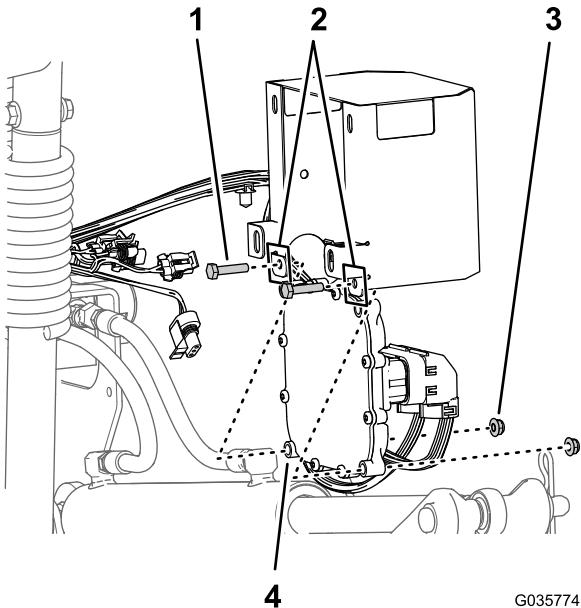

Figura 29
1. Allineate il controller elettronico all'interno del coperchio del controller con i fori di montaggio esterni inferiori del controller allineati ai fori nella flangia posteriore inferiore del coperchio (Figura 29).
2. Montate il controller sul coperchio con 2 bulloni (1/4" x 1 1/8") e 2 dadi flangiati (1/4") come illustrato nella Figura 29.